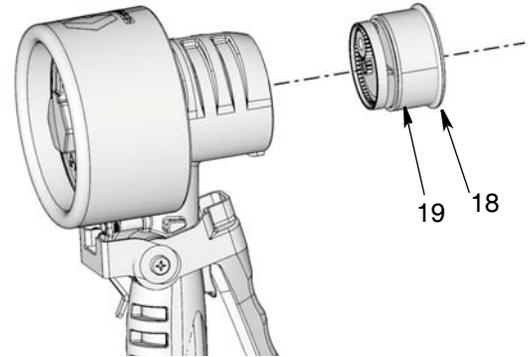

FIG. 12
5. Retire el sello (18) y el conjunto del pistón (19). Si el conjunto del pistón se pega, golpee suavemente el alojamiento contra una superficie plana para aflojarlo (FIG. 12).